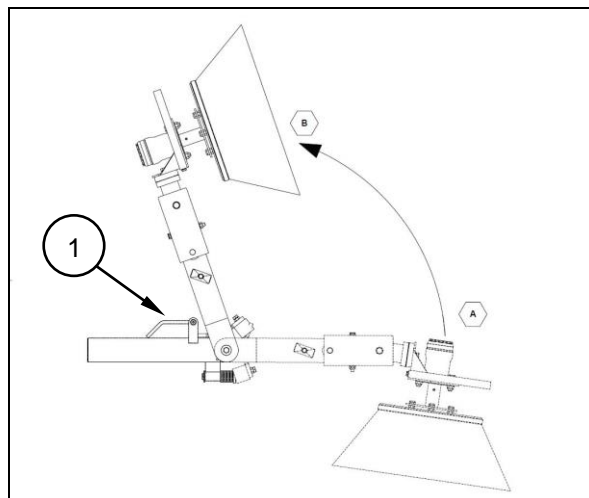

Fig. 4.8
- Pivoter la brosse latérale vers le haut (fig. 4.8) et la sécuriser (1).